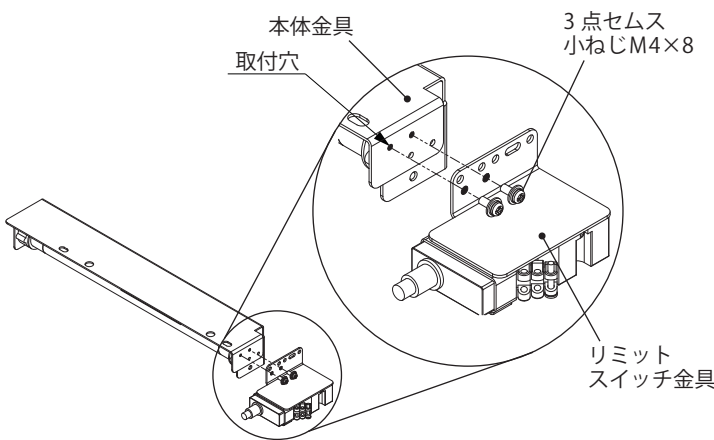

図1
1. リミットスイッチ金具にある3点セムス小ねじ M4×8(2か所)を取り外してください。(図1)
2. 本体金具とリミットスイッチ金具を3点セムス小ねじ M4×8(2か所)にて取り付けてください。(図1)